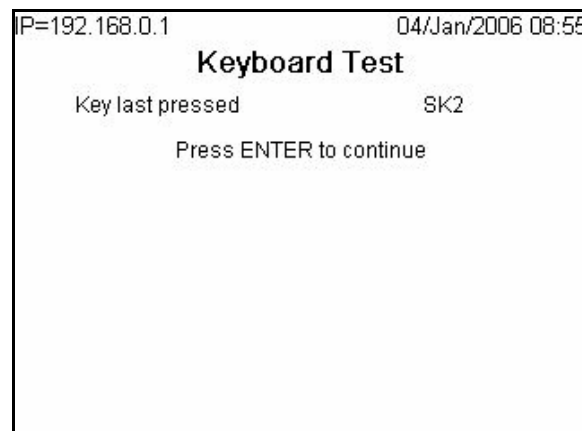

Figura 3-16: Pantalla de prueba del teclado
- Prueba del teclado (Figura 3-16): Habilita la prueba del teclado. Cada tecla que se presione aparece en la pantalla. Al terminar la prueba, presione la tecla programable SALIR  para regresar al árbol del menú.